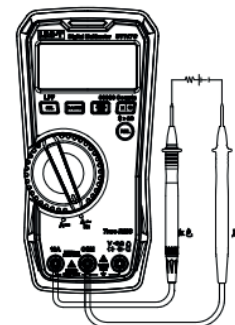

Рисунок 9
8. Измерение с токовым пробником (ACA/DCA) (рисунок 9)
9. Измерение тока AC/DC (рисунок 9)